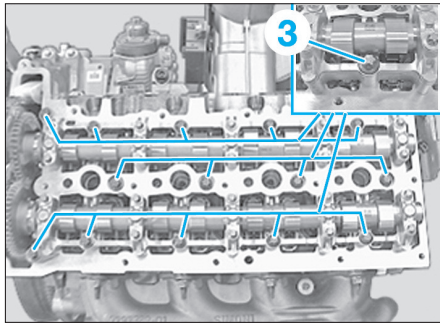

Fig. 97
- les vis (3) de l'extérieur vers l'intérieur (Fig.97).